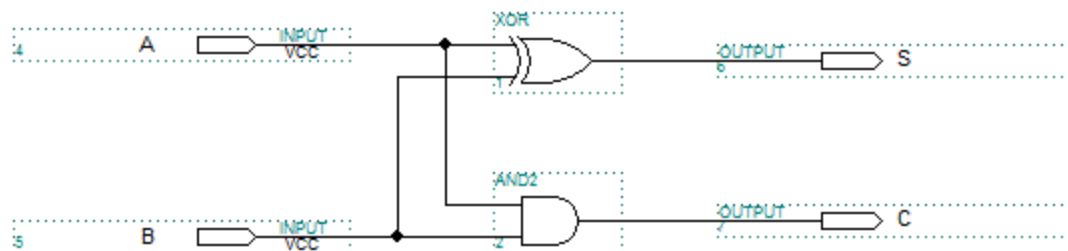

图1.3 一位半加器的电路原理图
5. 分析一位半加器的功能表, 可得工作原理图, 如图 1.3 所示, 指定芯片即运行 Assign 下的 Device。